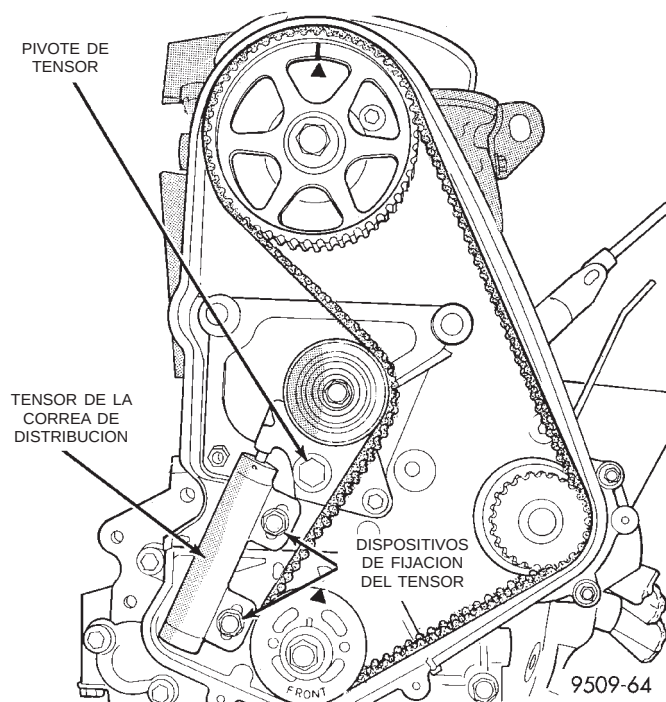

Fig. 65 Desmontaje de la correa de distribución
(10) Afloje los dispositivos de fijación del tensor de la correa de distribución (Fig. 65) y retire la correa y el tensor.